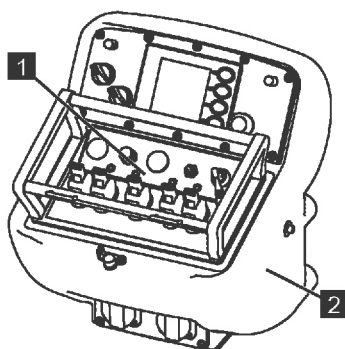

Abb. 124
4. Steuerung (Abb.124/1) in das Steuerpult (Abb.124/2) einstecken.